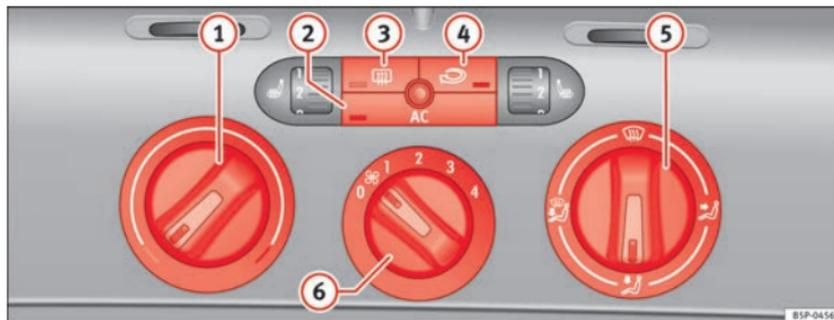

Fig. 127 Comandos do Climatic no painel de instrumentos
- Rodar o regulador da temperatura ⇒ Fig. 127 ① para a direita, até ser atingida a potência calorífica pretendida.